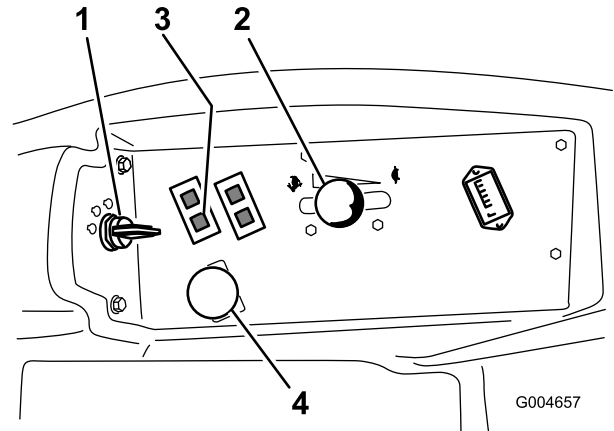

Figura 12
4. Mueva la toma de fuerza (PTO) a la posición Desengranada (Figura 12).
5. Ponga la palanca del acelerador en un punto intermedio entre las posiciones Lento y Rápido (Figura 12).